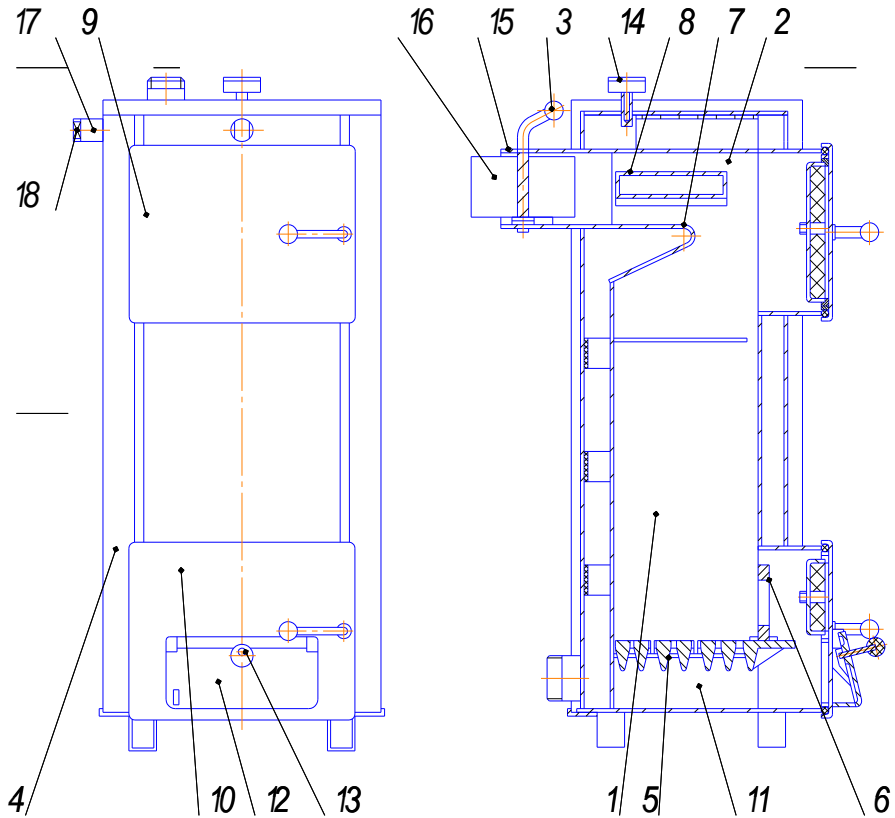

Рисунок 5.1 - Устройство котла для работы на твердом топливе.
5.1 Котёл отопительный водогрейный стальной (рисунок 5.1) представляет собой сварную конструкцию прямоугольной формы, состоящую из топки 1, конвективного газохода 2 и кожуха 4. В нижней части топки устанавливают колосники 5 с шуровочным щитком 6. Для более полного омыwania поверхности нагрева продуктами сгорания задняя стенка топки в верхней части выполнена в виде теплопоглощающего козырька 7.
вместо заглушки на штуцер 17 (рисунок 5.1). Штуцер имеет внутреннюю резьбу G3/4 и может быть расположен в боковой стенке котла. Для присоединения нижней части цепочки регулятора тяги в регулировочной дверце 12 предусмотрена пластина с отверстием. Устанавливать и эксплуатировать регулятор тяги необходимо после внимательного изучения руководства по эксплуатации (инструкции) данного регулятора.